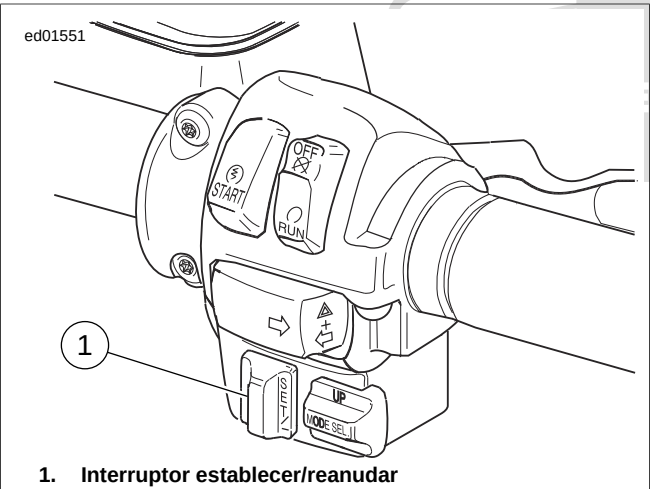

Figura 4-62. Conjunto de los interruptores del manillar derecho (FLTR, FLHTCU)
2. Vea Figura 4-62. Con la motocicleta desplazándose a la velocidad de crucero elegida de 48 a 137 km/h (30 a 85 MPH), presione momentáneamente el interruptor ESTABLECER/REANUDAR de crucero a SET (establecer).